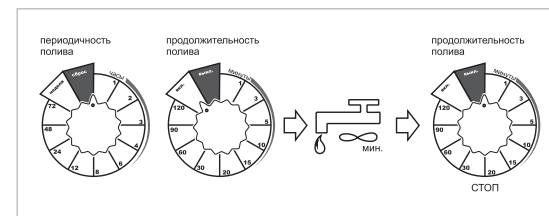

Рис. 5
4. Для настройки ручного режима поставьте периодичность полива в положение "Сброс", а продолжительность полива в положение "Вкл." В этом режиме вода начнет подаваться немедленно\*. Для остановки подачи воды переведите продолжительность полива в положение "Выкл." (см. Рис. 5)